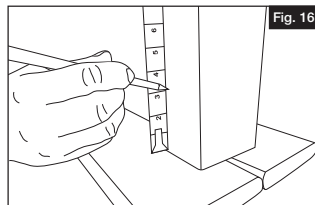

Fig. 16
- Establezca la ubicación de la parte inferior del panel plano en función de la altura deseada. Marque una línea en la superficie de montaje a esta altura y sume $1\frac{1}{8}$ " que representa la parte superior del soporte de montaje (Fig. 16).